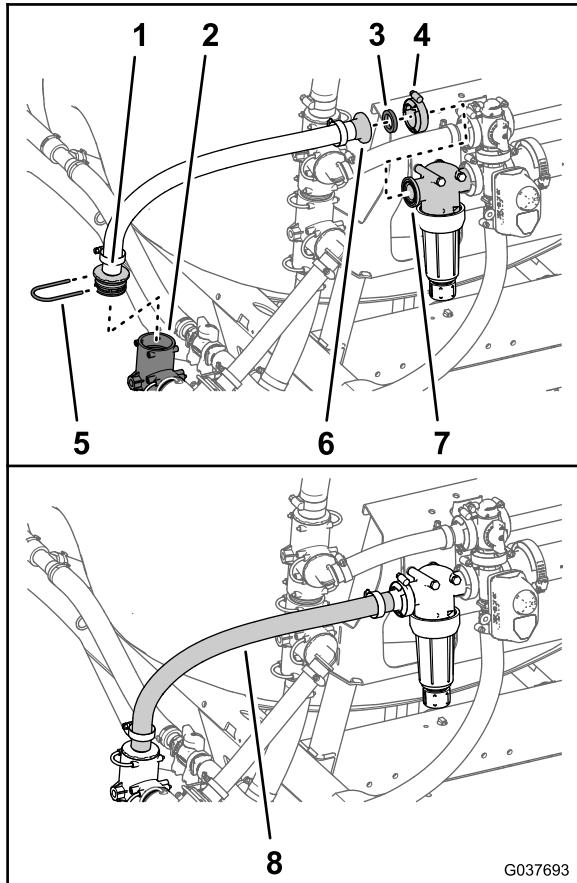

图 60
1. 使用在 拆下搅拌旁通和打药车供水软管\(页码 14\) 的步骤 5 中卸下的卡环将歧管供水软管的直通宝塔接头安装到打药车泵的 T 形接头上 图 60。
2. 用法兰夹具 4064mm 将歧管供水软管的宝塔凸缘接头和垫片 25 x 35mm 固定到滤头的法兰上 图 60。